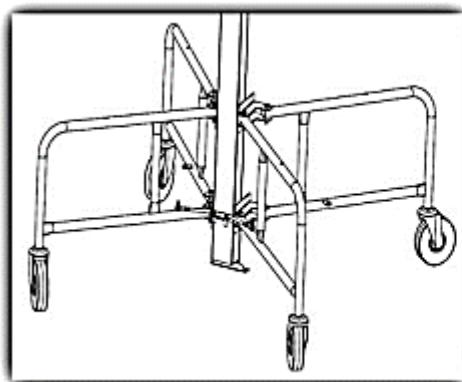

Abb. 1
- Klappen Sie die Stativbasis zu 100 % aus und befestigen Sie die Basis an zwei Beinen mit je einem Haken (siehe Abb. 1).